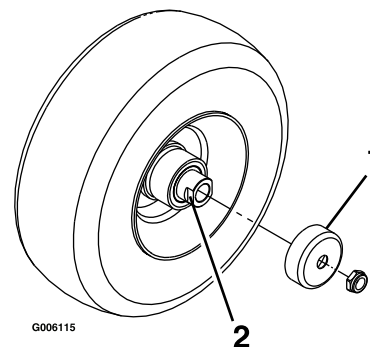

**Figura 43**
- Retire el engrasador del orificio. Instale el tapón hexagonal y la tapa (Figura 43).